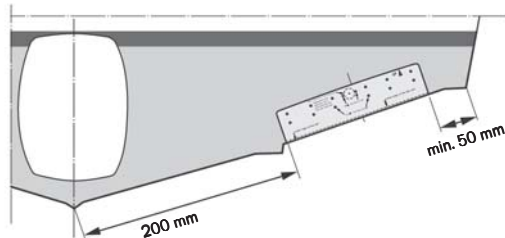

Fig. 7
I gruppi di assetto (C) **fig. 1 e 4** vanno montati sullo specchio di poppa, in prossimità del fondo dello scafo. Il posizionamento esatto viene fatto con la dima, fornita alla consegna del materiale (per le istruzioni specifiche, vedere qui di seguito). Quanto più lontano verso l'esterno vengono montati i gruppi di assetto, tanto maggiore sarà il controllo laterale (lato su lato). Montare il gruppo di assetto a min 50 mm dal corso del ginocchio e spostarsi verso la linea di mezzeria dell'imbarcazione. Le imbarcazioni con motore fuoribordo, entro-bordo/ fuoribordo (I/Os) o le installazioni "Water Jet" devono mantenere un minimo di 200 mm dalla linea di mezzeria dell'attuale gruppo di trasmissione allo spigolo più vicino dei gruppi di assetto. **Ved. fig. 7.**